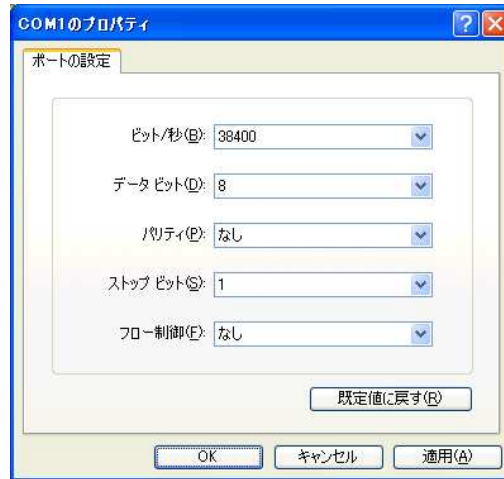

図 9.8
d) 次に「ポートの設定」を以下の通り設定し、「OK」ボタンを押します。(図 9.8)